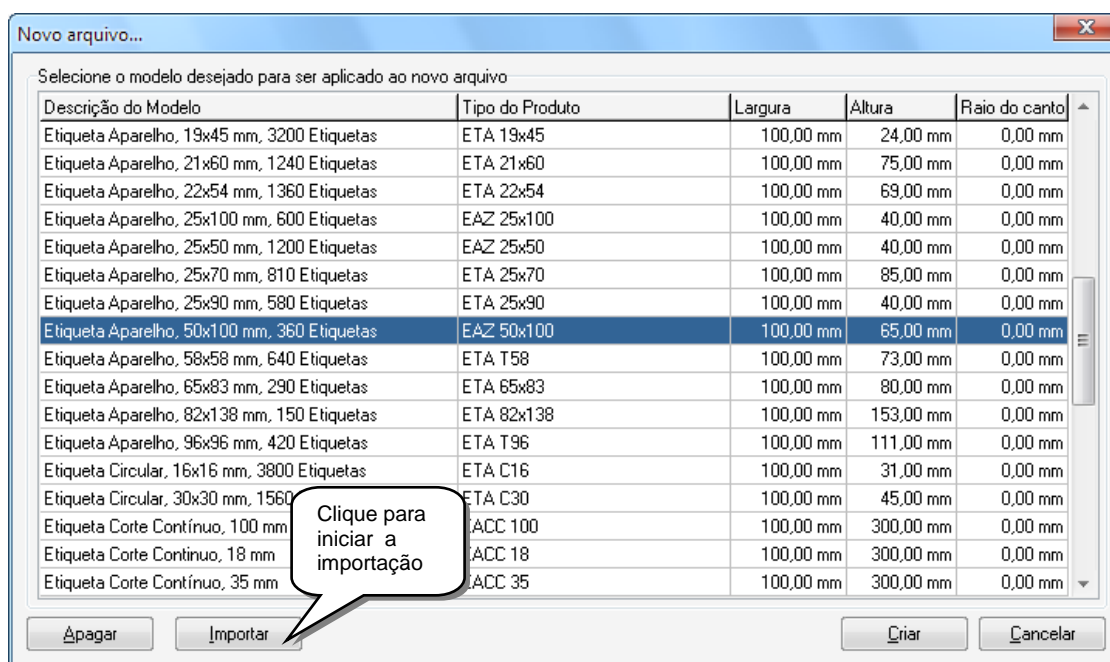

Figura 9.1.3
- Na sequência o software irá abrir uma janela chamada “Novo arquivo...” (figura 9.1.3), clique em “Importar” para iniciar a importação